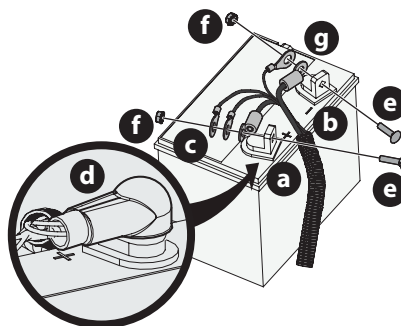

Fig. 21
**NOTE :** la borne positive de la batterie est marquée POS. (+) (a). La borne négative de la batterie est marquée NEG. (-) (b) (Fig. 21).
**NOTE :** si le groupe de câbles positifs (c) est déjà fixé, passez à l'étape 6 (Fig. 21).
3. Faites glisser la gaine rouge (d), le cas échéant, vers l'arrière le long du groupe de câbles positifs (Fig. 21).
4. Fixez le groupe de câbles positifs (c) et le câble positif de la prise 12V (le cas échéant) à la borne positive de la batterie (a) à l'aide du boulon (e) et de l'écrou (f) (Fig. 21).
5. Placez la gaine rouge (d) sur la borne positive de la batterie (a) pour l'isoler et la protéger de la corrosion (Fig. 21).
6. Fixez le groupe de câbles négatifs (g) et le câble négatif de la prise 12V (le cas échéant) à la borne négative de la batterie (b) à l'aide du boulon (e) et de l'écrou (f) (Fig. 21).